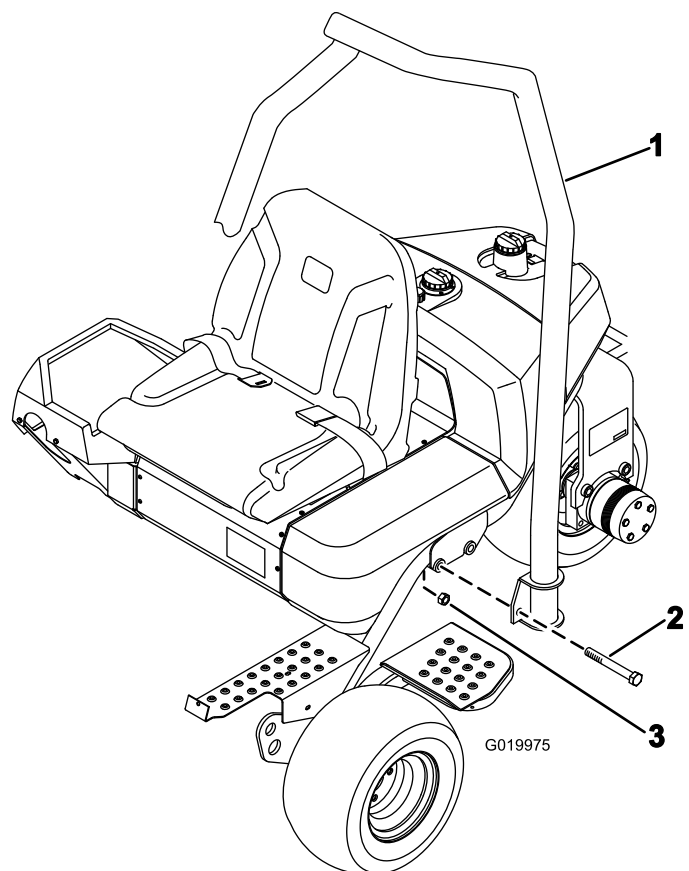

Figura 7
1. Coloque la barra antivuelco de manera que la parte superior del tubo esté curvada hacia la parte delantera de la máquina (Figura 7).
2. Baje la barra antivuelco sobre el bastidor, alineándolo con los taladros de montaje (Figura 7).
- Sujete cada lado de la barra antivuelco al bastidor con 2 pernos (5/8" x 4-1/2") y contratuercas, tal y se muestra en la Figura 7.